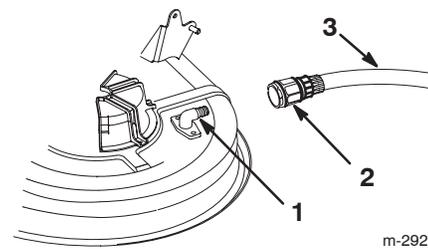

Figure 53
4. Vissez le raccord (non fourni) à l'embout de lavage du carter de tondeuse, et ouvrez l'eau en grand (Fig. 53).